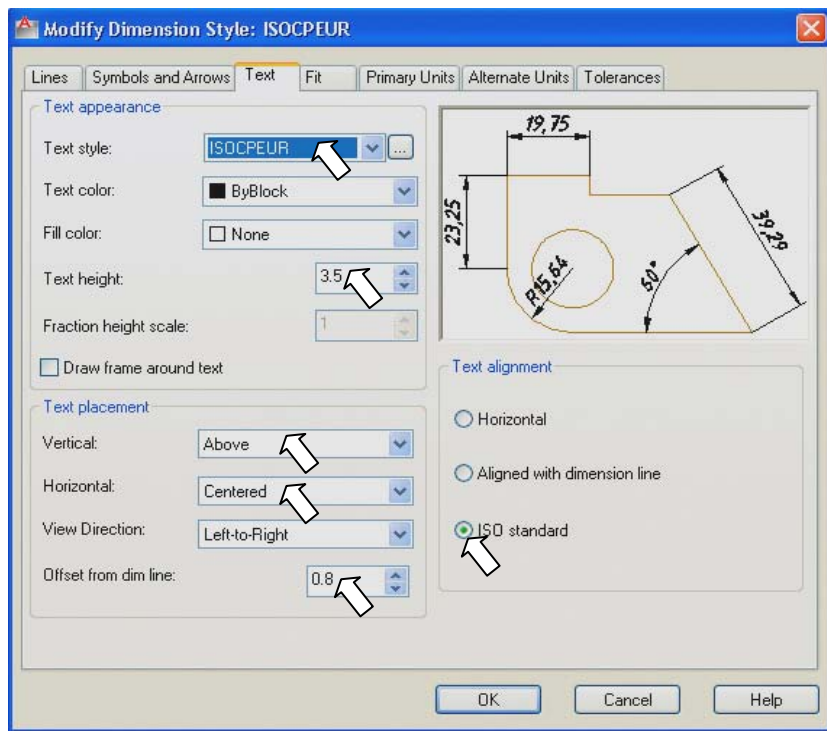

Рис. 3.18. Диалоговое окно **Modify Dimension Style** на вкладке **Text** с установками нового размерного стиля **ISOCPEUR**
- На вкладке **Text** (Текст) (рис. 3.18) в области **Text appearance** (Свойства текста): в поле **Text style** (Текстовый стиль) вместо стиля **Standard**, установите созданный ранее текстовый стиль **ISOCPEUR**; в поле **Text height** (Высота текста) увеличьте высоту текста (**Text height**) с 2,5 до 3,5 мм. В области **Text placement** (Выравнивание текста) – зоне задания горизонтального и вертикального выравнивания размерных текстов, а также отступа текста от размерной линии: в поле **Vertical** (По вертикали) установите опцию **Above** (Над линией). Размерный текст будет размещаться над размерной линией, на расстоянии от нее, равной текущему значению зазора текста, определяемому в поле **Offset from dim line** (Отступ от размерной линии) (см. ниже).